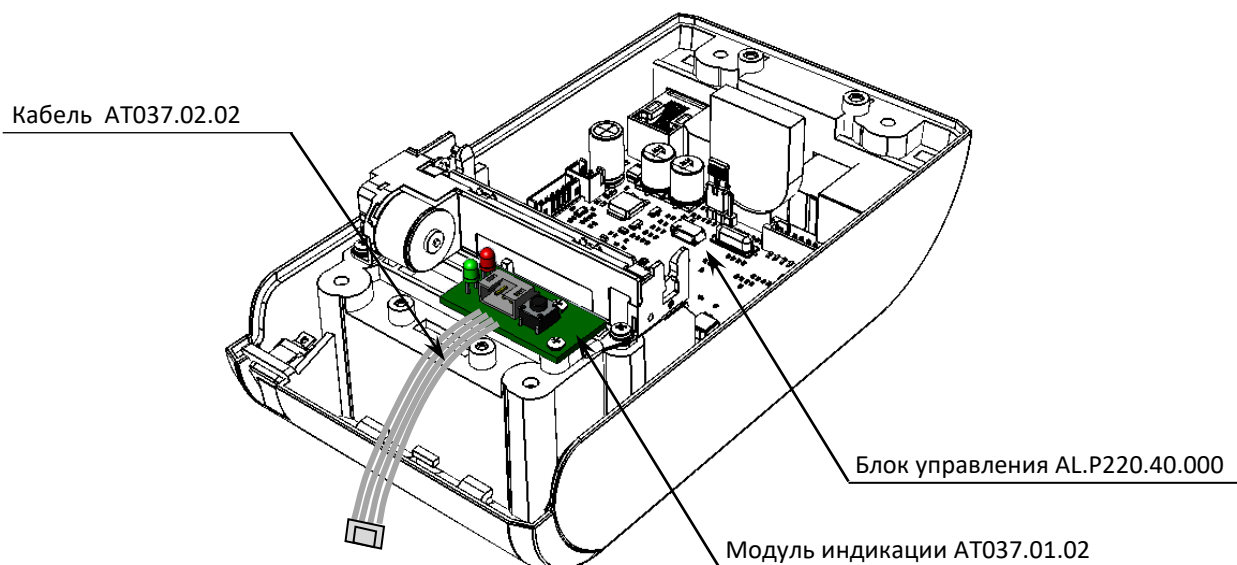

Рисунок 10. Расположение модуля индикации АТ037.01.02 в корпусе ККТ
- **БУ** AL.P220.40.000 rev.1.1 / AL.P220.40.000 rev.1.2 устанавливается на нижнюю часть корпуса (см. рисунок 10).